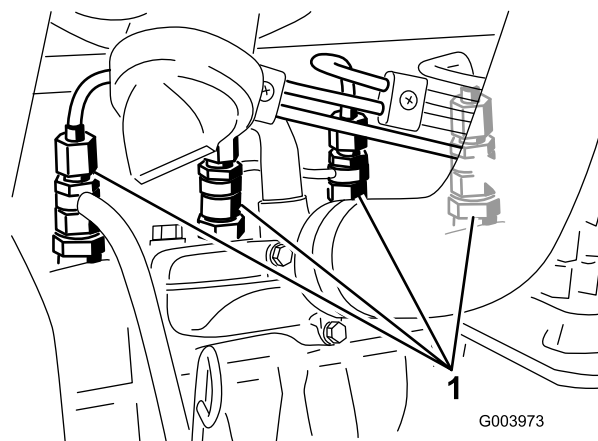

図 49
1. 燃料噴射ポンプの No.1 インジェクタノズル(図 49)へのパイプ接続部をゆるめる。